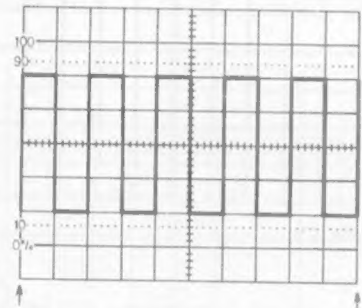

Abb. 6.1
- 6.2.5. Verschieben Sie mit dem Y-Pos-Einsteller das abgebildete Signal in der Vertikalen bis es mit einer waagerechten Rasterlinie in Deckung liegt (s. Abb. 6.1.)